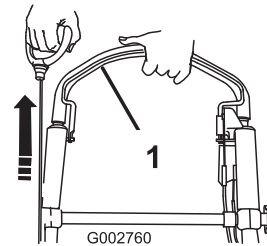

Bild 23
2. Drücken Sie den Schaltbügel zum Bügel und ziehen Sie am Rücklaufstarter (Bild 23).